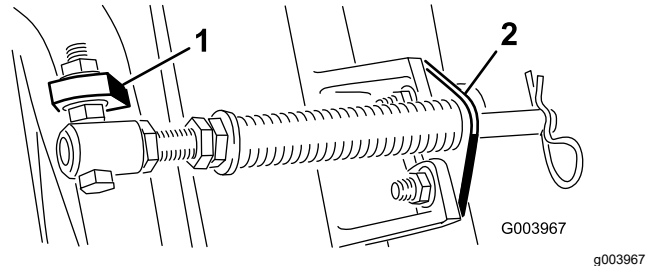
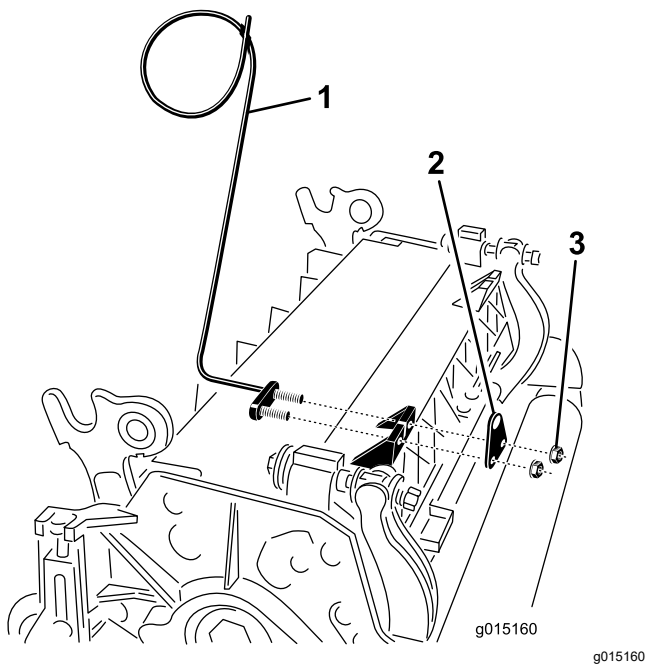

Figure 11
Figure 13
Remarque: Placez la tête du boulon sur le côté extérieur de la patte, comme montré à la Figure 11.
- E. Montez le support de tige sur les pattes de l'unité de coupe à l'aide des boulons de carrosserie et des écrous (Figure 11). Sur l'unité de coupe, montez le guide-flexible gauche devant les pattes de l'unité quand vous reposez le support de tige (Figure 13).